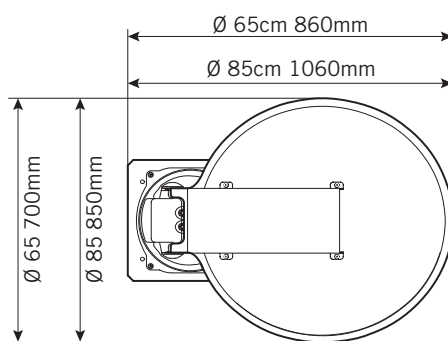

fig.2
- Er voldoende ruimte is om de schotel ingeklapt (*fig.2*) te installeren.